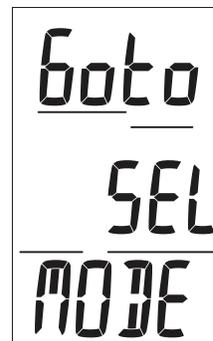

Fig. 41 - ÉCRAN D'ACCÈS AU RÉGLAGE DU MODE D'UTILISATION
**Écran d'accès au réglage du mode d'utilisation** : paramètres affichés (Fig. 41)